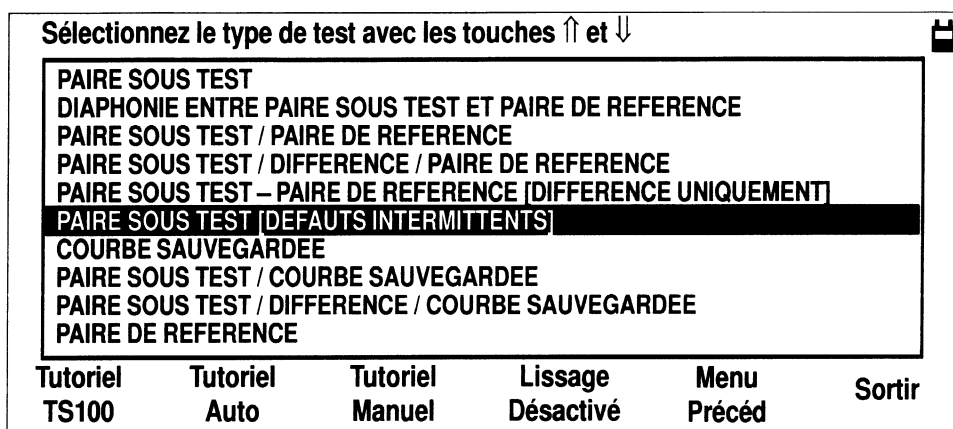

Figure 1–29 : Menu Type de Test
3. Lorsque le menu Type de Test est affiché, placez la surbrillance sur PAIRE SOUS TEST [INTERMITTENT] (voir figure 1–29).